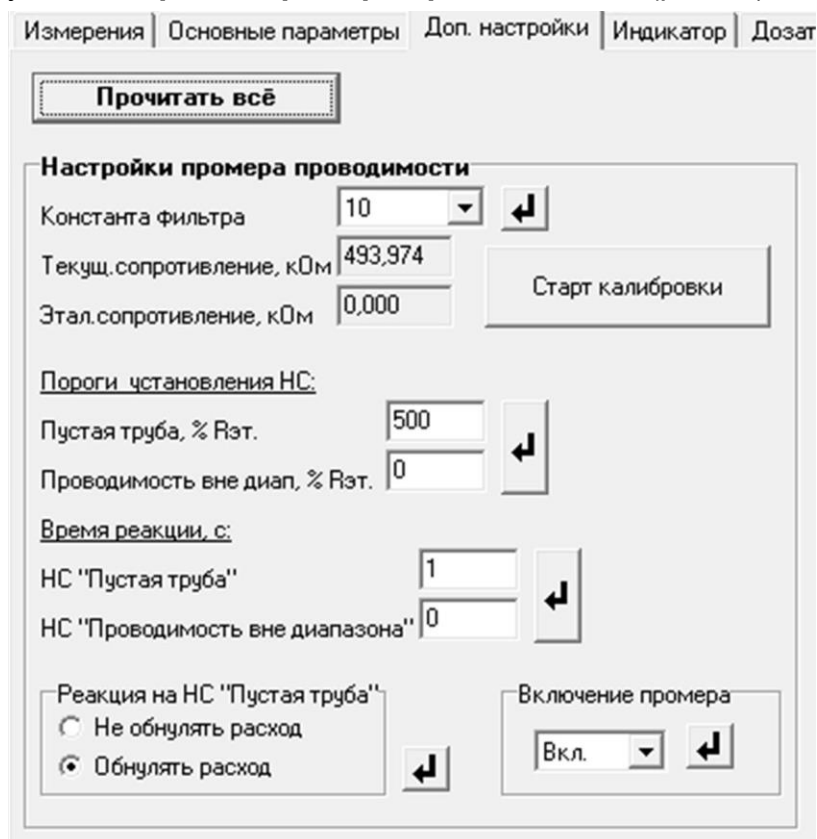

Рис.15. Вид группы параметров «Настройки промера проводимости».
2.8.1. Установочные параметры обработки сигнала сопротивления находятся на вкладке **Доп.настройки** основного окна «Монитора» в группе **Настройки промера проводимости** (рис.15).